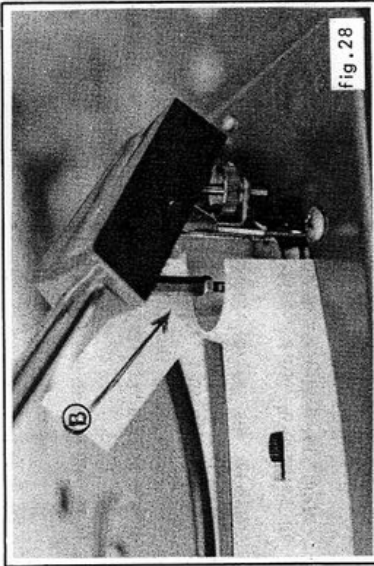

fig. 28
Il s'effectue par la butée (B) située sous le bloc arrière du bras P.U. et accessible par l'échancrure du cache-décor (fig. 28 et 30).